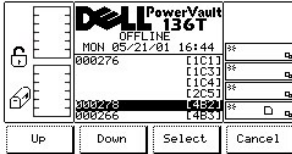

図 19. Status >Library > Media Selection ダイアログ
- 1 **Select** ソフトキーの下にあるボタンを押すと、選択したフィールドがアクティブになります。図 19を参照してください。
Logs を選択した場合、ログサブメニューが表示されます。図 19を参照してください。サブメニューは、多種のログ情報を提供します。このサブメニューでは、4つの選択肢ができます。